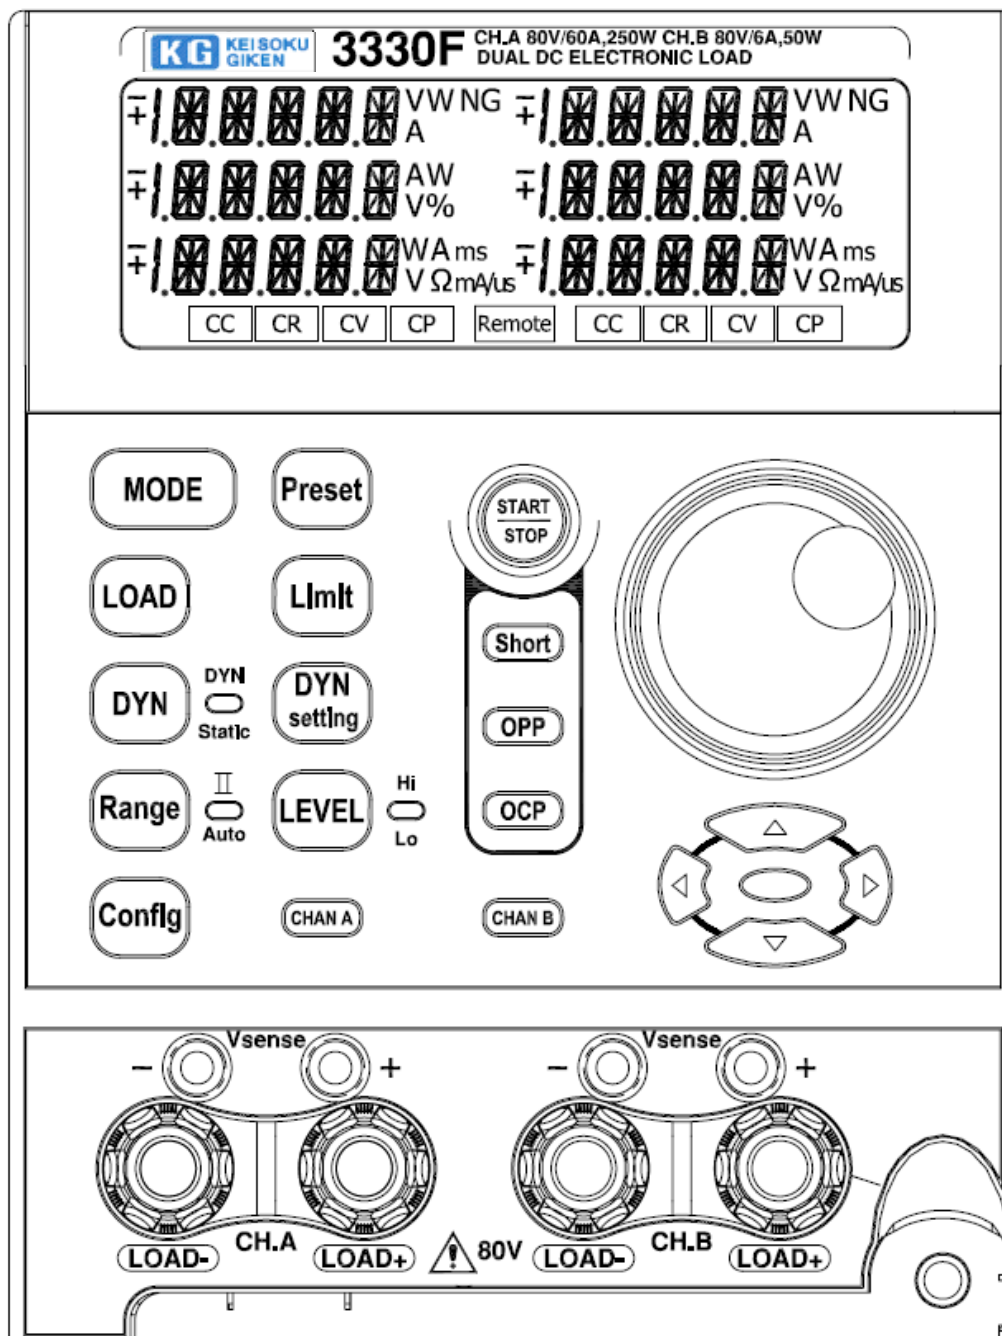

図2-1 3330Fシリーズ電子負荷モジュールのフロントパネル
- 2.1.1.4 ドライバを使用して3330Fシリーズ電子負荷モジュールの右下隅にあるネジを固定してください。ネジの位置は図2-1を参照ください。